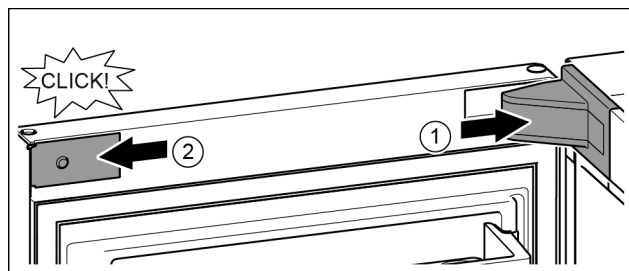

Fig. 25
- ▶ Afdekking van de lagerbus aanbrengen en vastklikken, en indien nodig, voorzichtig uit elkaar drukken. Fig. 25 (1)
- ▶ Paneel zijdelings aanbrengen en vastklikken. Fig. 25 (2)